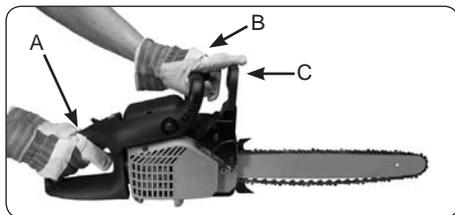

Рис. 11
3. Возьмитесь за заднюю рукоятку (A) правой рукой (Рис. 11).
4. Лево́й рукой крепко возьмитесь за переднюю рукоятку (B), а не за рычаг тормоза цепи (C) (Рис. 11).
5. Нажмите на рычаг газа до 1/3 от его хода, после этого сразу же задействуйте рычаг тормоза цепи (C) (Рис. 11).